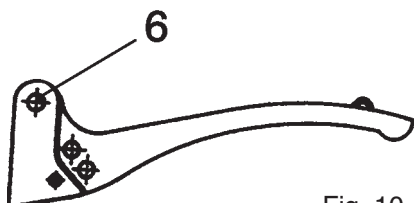

Fig. 10
5. Verificare che il serraggio della vite 6 non sia eccessivo, tale cioè da impedire il ritorno della leva; se necessario, allentare (Fig. 10).